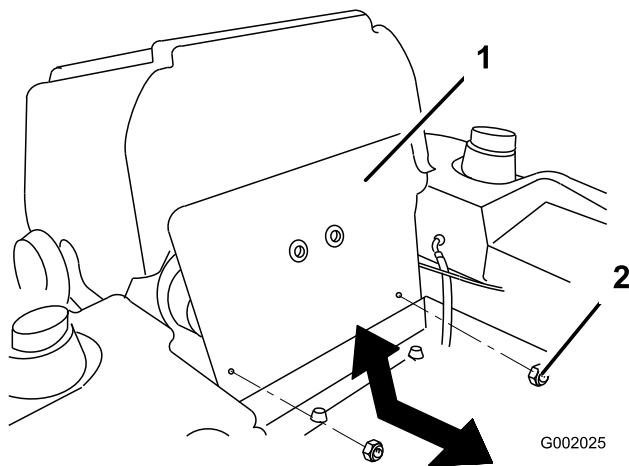

Figura 39
3. Inclíne el asiento hacia adelante y retire el panel delantero del motor (Figura 39).